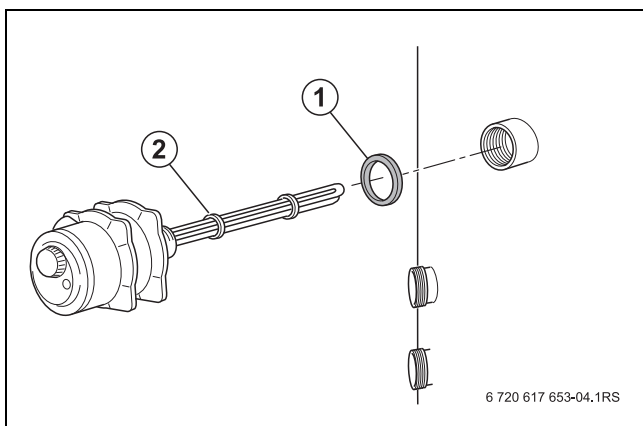

Bild 12 Elektro-Heizeinsatz montieren
- ▶ Elektro-Heizeinsatz an vorgesehener Position (→ Bild 2, Seite 5 und Bild 12, Seite 11) montieren und elektrisch anschließen. Dabei die Installationsanleitung des Elektro-Heizeinsatzes, die örtlichen Installationsvorschriften und die Sicherheitshinweise in Kapitel 1.2 beachten.